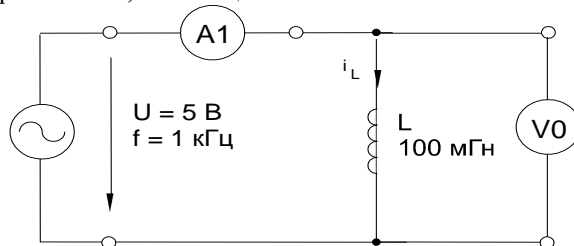

Рисунок 7.2. Схема электрической цепи
- Соберите цепь согласно схеме (рис. 7.2), подключите к ее входу регулируемый источник синусоидального напряжения с параметрами: $U=5\text{В}$, $f=1\text{кГц}$.